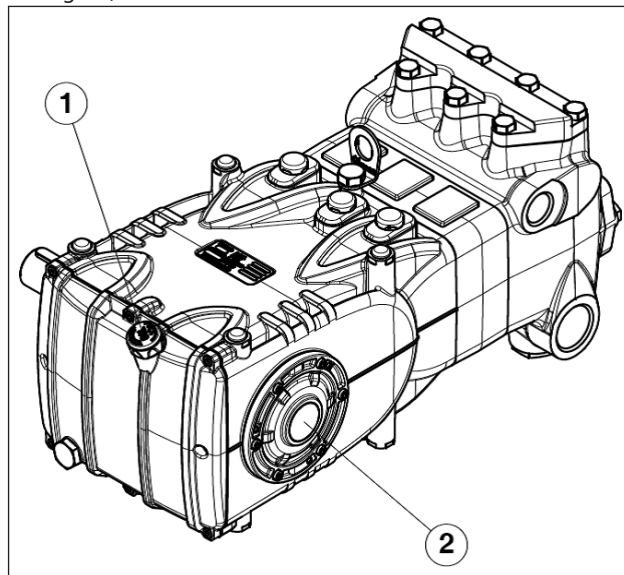

Fig. 13
- L'huile dans le carter de la pompe est au bon niveau, en le vérifiant avec la jauge prévue à cet effet (rep. ①, Fig. 13) et exceptionnellement avec le témoin de niveau (rep. ②, Fig. 13).